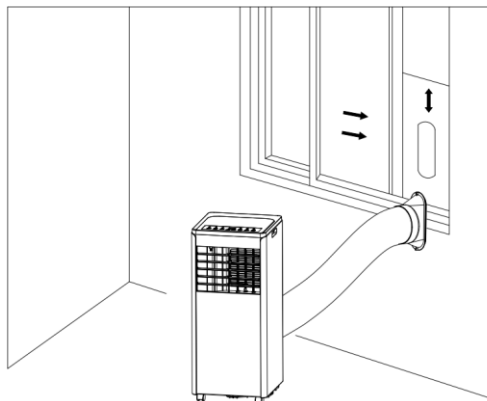

Figure 5
- 2) Allongez le tuyau d'échappement et enclenchez l'extrémité plate des joints du tuyau d'échappement dans le trou de l'ensemble de la plaque d'étanchéité de la fenêtre (comme indiqué sur les figures 5 et 6).